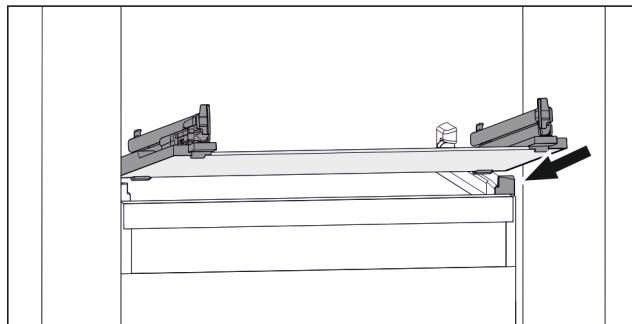

Fig. 112 Приблизне відображення скляної пластини
- Встановити скляну пластину за стопорами навколо. (див. Fig. 112)